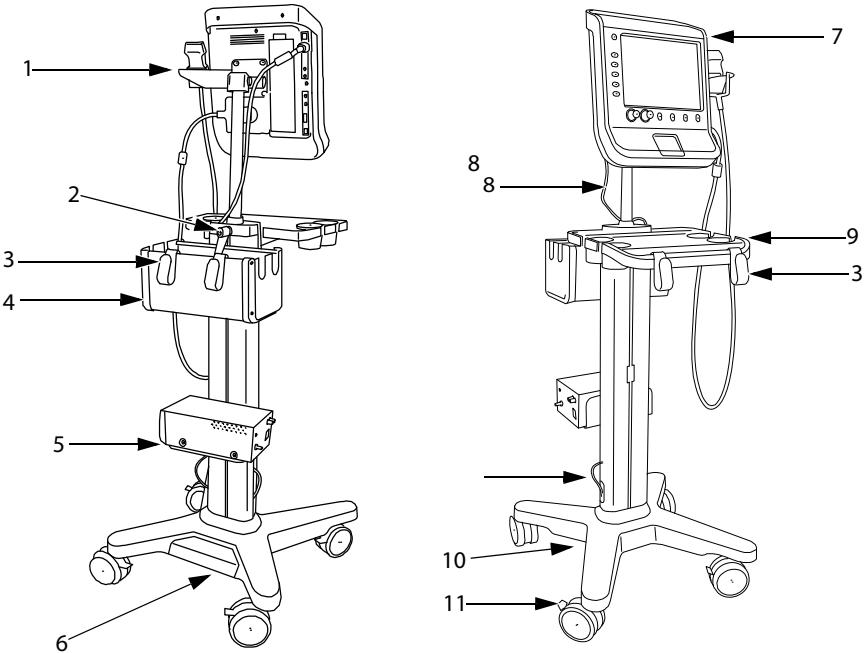

Figura 1 Supporto V-Universal Viste posteriore e anteriore (illustrate con sistema per ecografia SSeries e stampante, cestello e vassoio opzionali)
- ❖ Collegare i cavi riportati di seguito. Vedere Figura 1 a pagina 3.